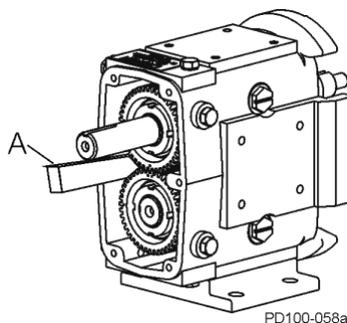

Ilustración 41 - Bloqueo de la rotación del eje
2. Evite que giren los ejes colocando una cuña o pasador suave entre los engranajes (Ilustración 41, elemento A). Utilice una herramienta para engranajes (vea a continuación) para retirar la tuerca del engranaje. Retirá los engranajes después.